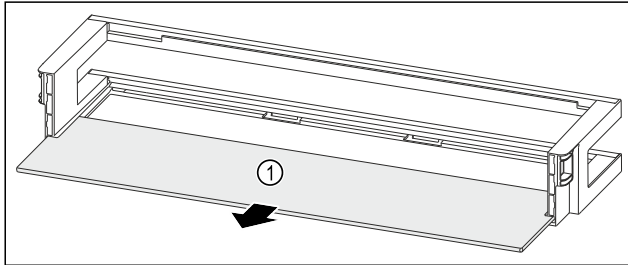

Fig. 91 Türabsteller mit Abstellfläche
- Abstellfläche Fig. 91 (1) entnehmen.